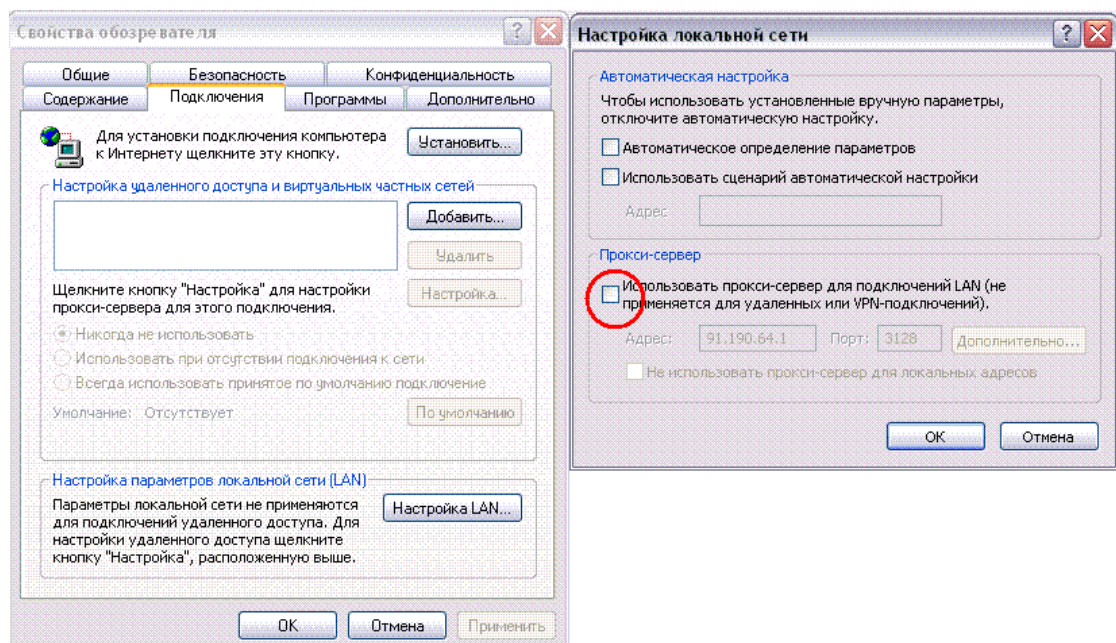

Рисунок 2 – Отключение возможности использования прокси-сервера
5. В настройках браузера отключите возможность использования прокси-сервера. Для этого при работе в «MS Internet Explorer» зайдите в меню «Пуск», откройте «Панель управления» и выберите «Свойства обозревателя». На появившейся форме (см. рис. 2) выберите вкладку «Подключения» и нажмите кнопку «Настройка LAN». На появившейся форме «Настройка локальной сети» снимите отметку «Использовать прокси-сервер...». Нажмите кнопки «ОК» на панелях «Настройка локальной сети» и «Свойства обозревателя».